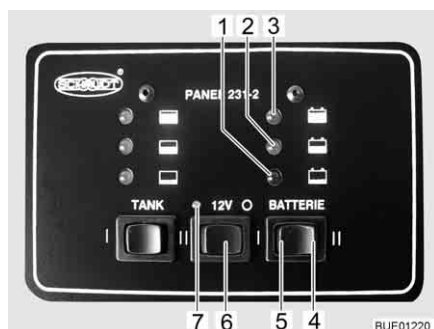

Bild 93 Panel
Med huvudbrytaren 12 V (Bild 93,6) kopplas bodelens 12 V-försörjning till eller från.
- Tryck in vippkontakten "12 V" (Bild 93,6) till vänster: 12 V-försörjningen för bodelen är påslagen. 12 V-kontrolllampan (Bild 93,7) lyser grönt.
- Tryck in vippkontakten "12 V" (Bild 93,6) till höger "O": 12 V-försörjningen för bodelen är avstängd. 12 V-kontrolllampan (Bild 93,7) slocknar.
- Tryck på vippkontakten "BATTERI" till vänster "I" (Bild 93,5): Bodelens batteriladdningsnivå visas.
Den högra delen av vippkontakten "BATTERI" "II" (Bild 93,4) har ingen funktion.
Den röda kontrolllampan (Bild 93,1) med symbolen  lyser: Bodelsbatteriet är urladdat. Fulladda genast bodelsbatteriet.
Den gula kontrolllampan (Bild 93,2) med symbolen  lyser: Bodelsbatteriet är urladdat till hälften. Bodelsbatteriets energireserv räcker bara för en begränsad tidsperiod. Ladda bodelsbatteriet inom kort.
Den gröna kontrolllampan (Bild 93,3) med symbolen  lyser: Bodelsbatteriet är fulladdat.